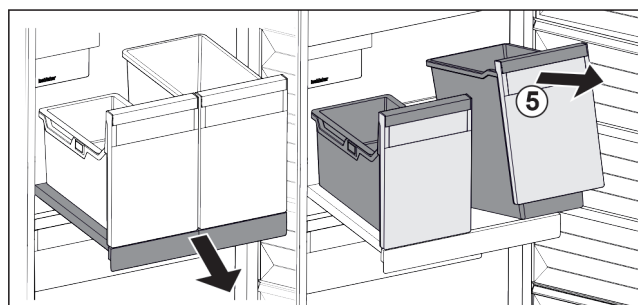

Fig. 100
- Sollevare il contenitore Fig. 100 (5) dal lato anteriore.